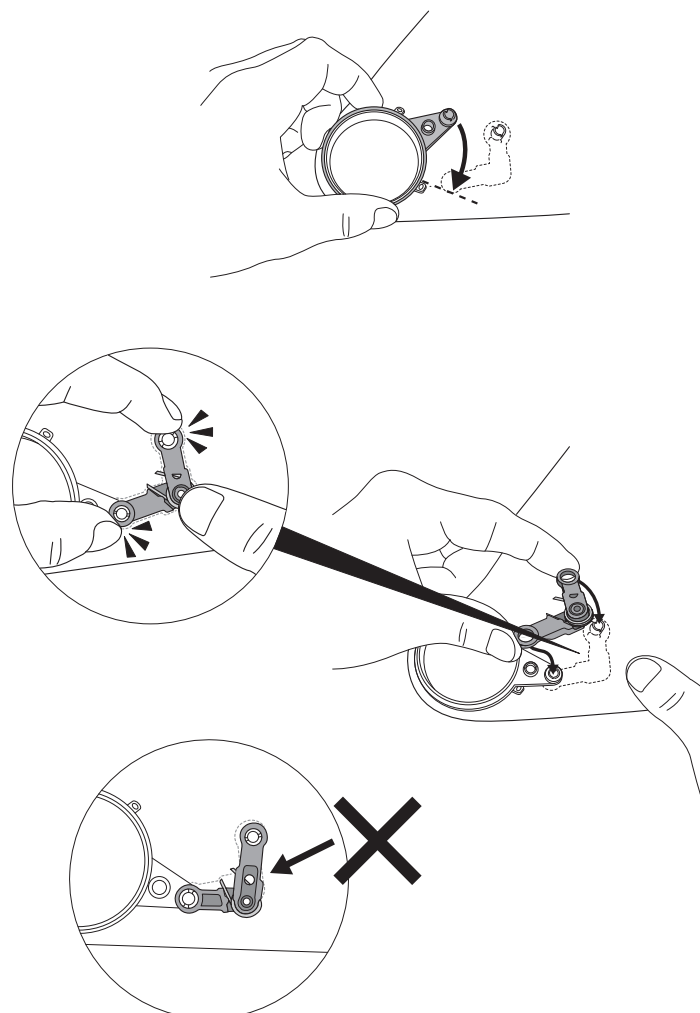

Fig. 16c
- d. Hay un contorno de la bisagra grabado en el interior del protector de soldadura. Un brazo del grabado es más corto que el otro. El brazo largo de la bisagra se fija al anillo de pivote y el brazo corto de la bisagra se fija al poste del protector de soldadura exterior. Cuando se instala correctamente, la bisagra caerá exactamente en el dibujo grabado en el protector de soldadura exterior (Fig. 16c).